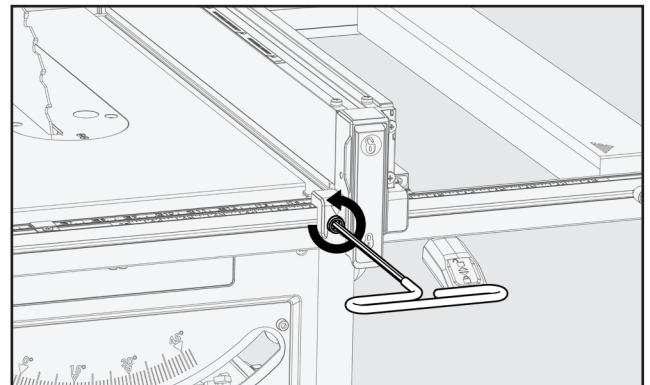

Figure 36
4. À l'aide de la clé Allen de 4mm fournie, dans le sens inverse des aiguilles d'une montre, desserrez les languettes d'extension avant et arrière. Voir la Figure 36.